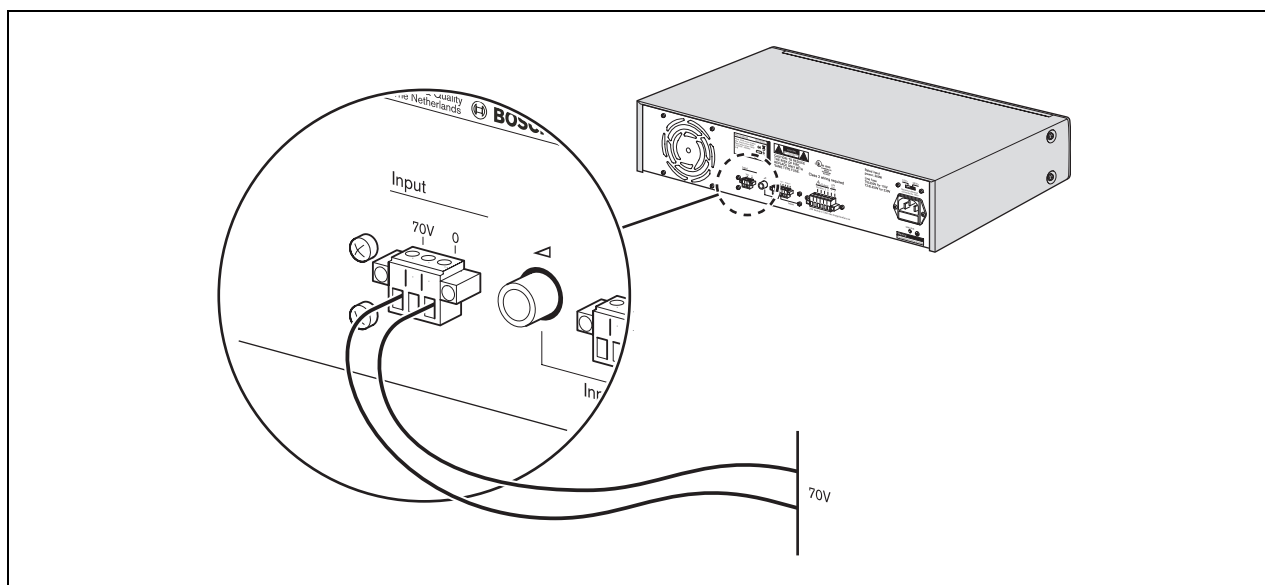

figura 4.2: Conexión de una señal de entrada de 70 voltios
Una señal de entrada de 70 V puede conectarse al euro conector con terminal de tornillo(2) de la parte posterior de la unidad como se muestra en figura 4.2.